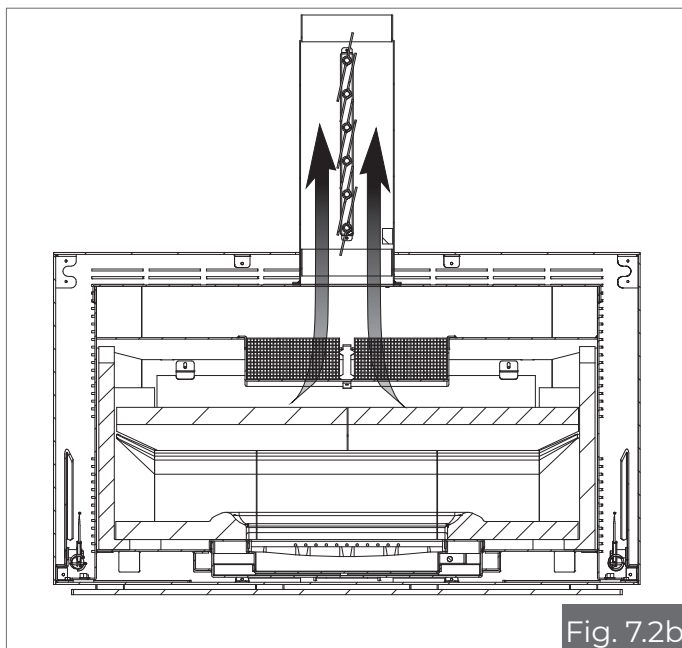

Fig. 7.2b
- Posicionar las válvulas en posición de apertura completa (Fig. 7.2b);